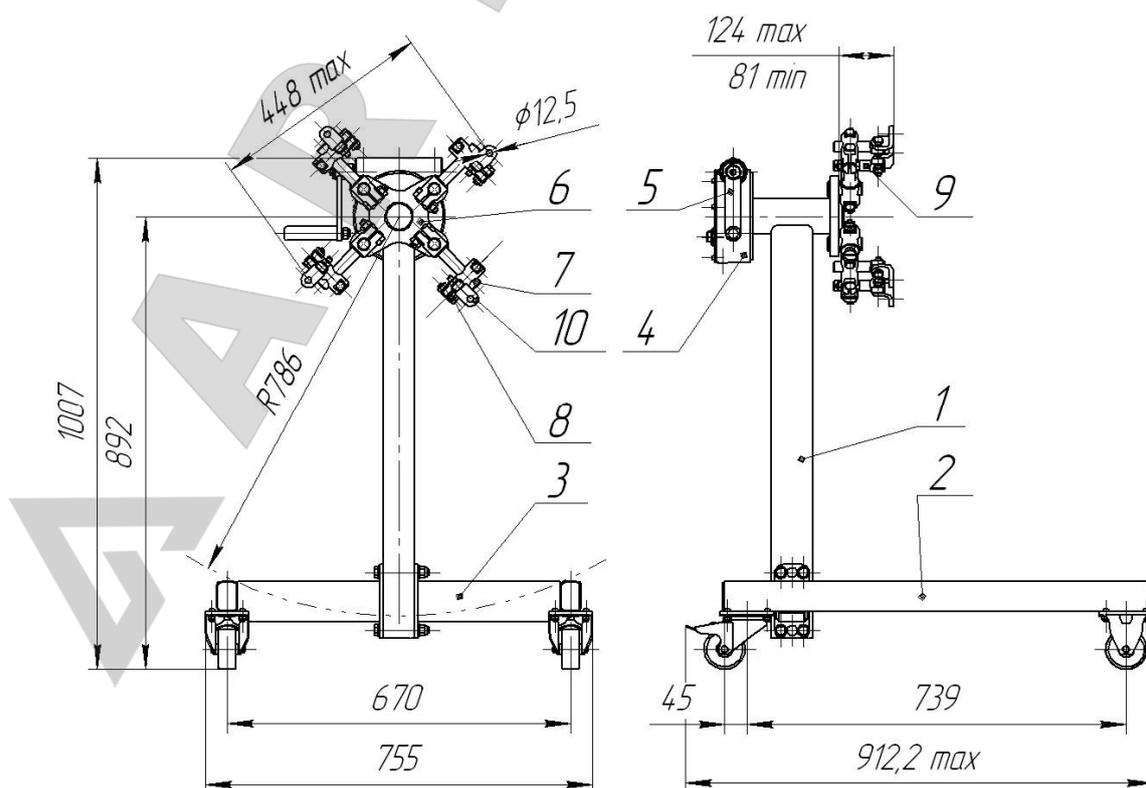

Рис. 1 Стенд Р500Е
4.1. Двигатель на стенде закрепляется на адаптерах (поз. 7, 8, 9, 10 рис. 1), которые установлены на шпинделе 6. Вращением рукоятки 5 через червячный редуктор 4 двигатель поворачивается в положение наиболее удобное для работы.
Ослабить крепежные болты на адаптерах (поз. 7, 8, 9, 10 рис.1).
Болтами или шпильками (в комплект не входят) закрепить уголки (поз. 10, рис. 1) к двигателю.